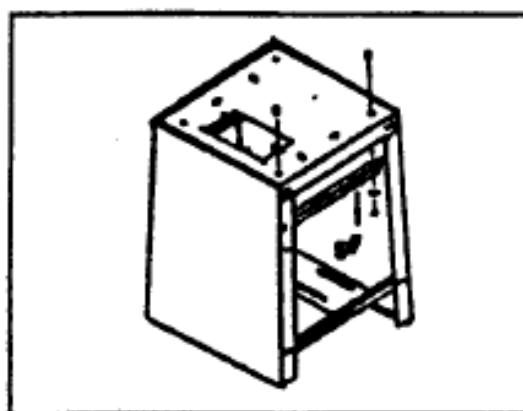
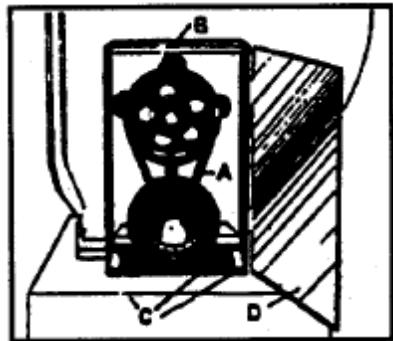

Рис. 7
Рис. 13
В заключении закрепить опорный профиль поз. 5 под верхом станины поз. 17. Сборка станины завершена. Все винты должны быть затянуты, проверить жесткость станины, *Рис. 7*.
Установить ограждение ременной передачи (B), *Рис. 13*, на верхнюю полку над отверстием под ремень. Закрепить четырьмя винтами (C). Навесить дверцу (D), *Рис. 7*, на петли.